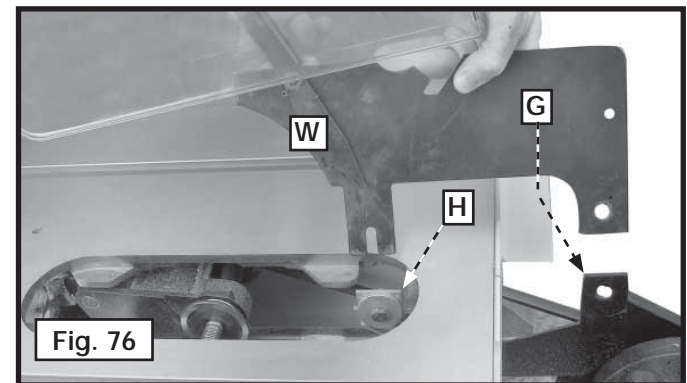

Fig. 76
⚠ PRECAUCIÓN: Para ciertas operaciones de corte (ranuras y molduras) en las que la pieza de trabajo no se corta totalmente, no se puede usar el ensamble de protector de hoja y hendidor. Afloje los tornillos en (G) y (H) fig. 76 levante y extraiga el ensamble de protector y hendedor (w).